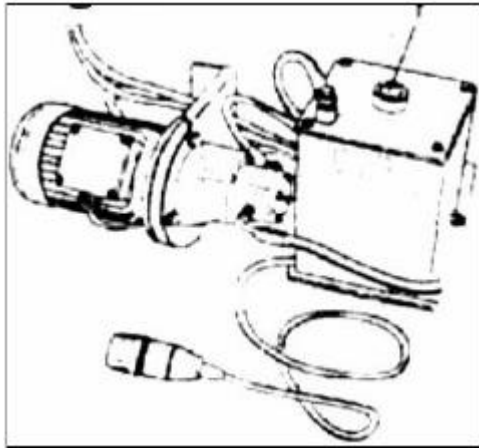

Рис. 26
- Используйте щуп, чтобы проверять уровень масла в гидравлическом баке (см **Рис.26**), а также качество масла.